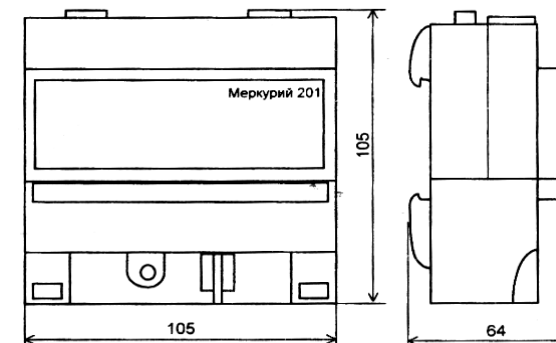

Рис. 1
6.1 Габаритные чертёжи счётчиков «Меркурий 201.2» ... «Меркурий 201.6» приведён на рис. 1, «Меркурий 201.7» ... «Меркурий 201.82» - на рис.2.